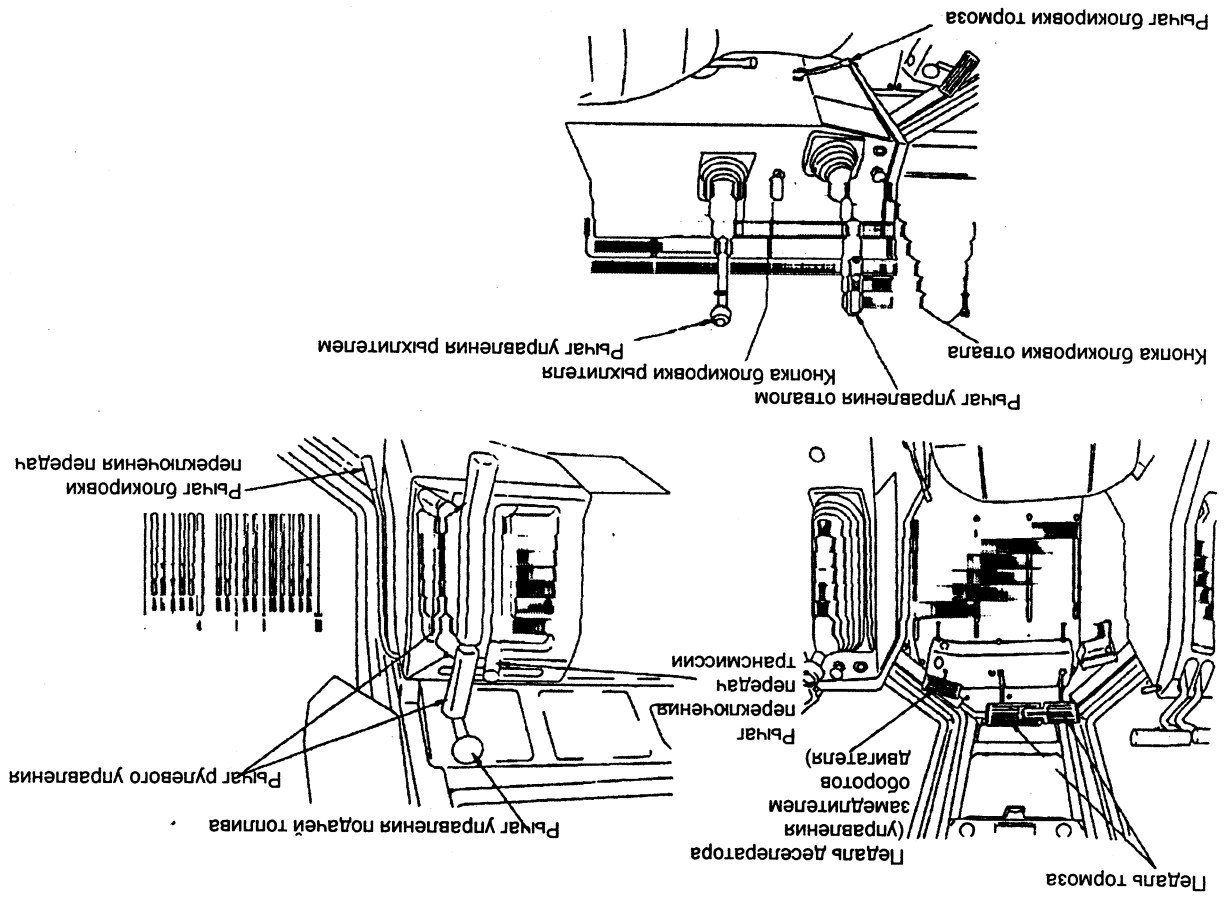

Рис. 2-1.
2.1. Расположение органов управления и комбинированная контрольная панель (рис. 2-1 и 2-2)